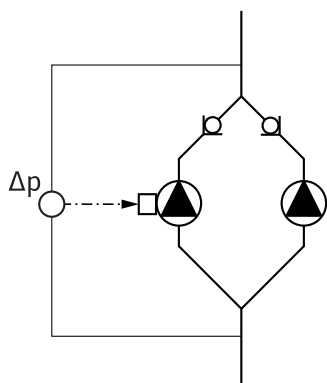

Fig. 13: Primer, priključak davača diferencijalnog pritiska
- U primeru datom na Fig. 13, Master pumpa je pumpa na levoj strani gledano u smeru protoka. Na ovu pumpu se povezuje davač diferencijalnog pritiska.
Merne tačke diferencijalnog davača pritiska Master pumpe moraju da se nalaze u odgovarajućoj sabirnoj cevi na usisnoj i potisnoj strani sistema dupleks pumpe (Fig. 13).